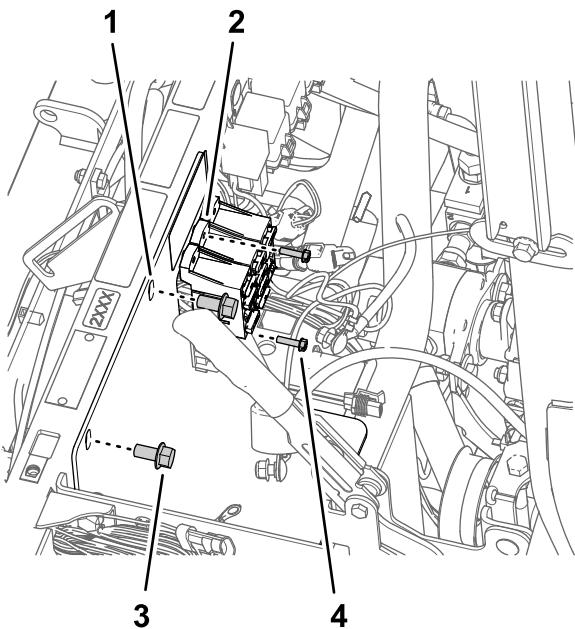

Figura 170
3. Retire os parafusos (10-24 x 3/4 pol.) e as porcas (10-24) que prendem os blocos de fusíveis ao suporte da bateria (Figura 170).
4. Retire os 2 parafusos de cabeça flangeada (3/8 x 3/4 pol.) que prendem o suporte da bateria ao tubo de suporte do para-choques da máquina (Figura 170).